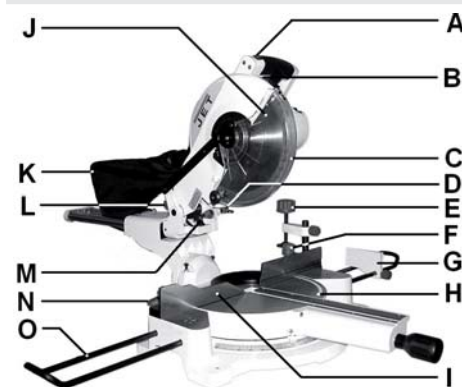

Рис. 1
- При работе на станке используйте мешок для сбора опилок (K, Рис. 1).
- Пила включается нажатием выключателя на рукоятке (B, Рис. 1): как только выключатель отпускается, происходит остановка пилы.
- Пила включается нажатием на выключатель на внутренней стороне рукоятки (B, Рис. 1).